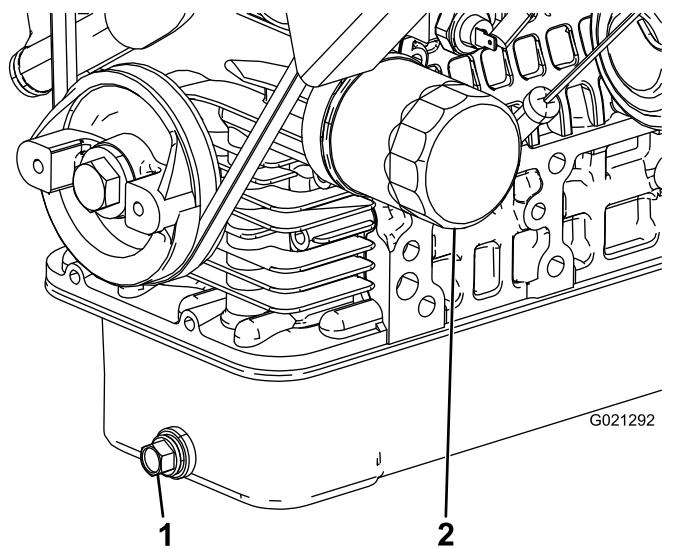

図 45
2. ドレンプラグを外してオイルを容器に受ける(図 45)。
4. オイルフィルタを外す 図 45。